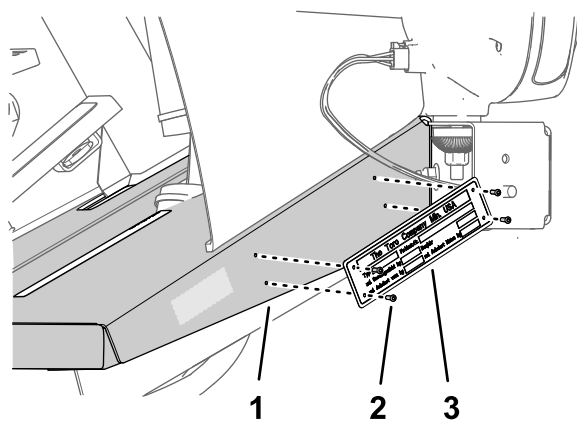

Figure 63
6. Fixez la plaque signalétique au profilé de plancher avec 4 rivets (Figure 63).